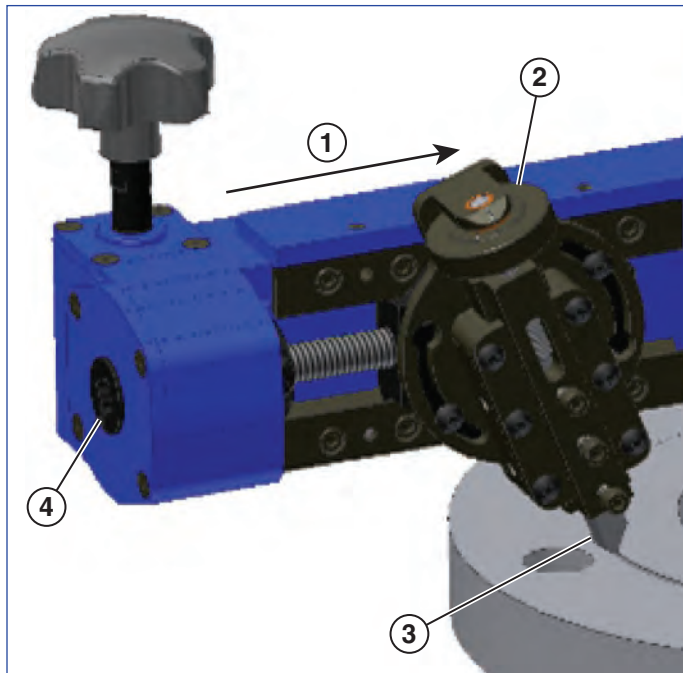

Figuur 11
2. Draai de schroeven los om de draibare beitelslede te kantelen. De juiste beitelsledehoek ligt tussen 10 – 30 graden ten opzichte van de voedingsspindel. Zorg ervoor dat de beitelslede voldoende wordt gekanteld zodat ze over het hele oppervlak in één doorlopende bewerking kan lopen zonder te verlopen (**zie figuur 11**). De QuickFace snijbeweging loopt van de grootste naar de kleinste snijdiameter (an buiten naar binnen toe). Bij het snijden van flensoppervlakken met zeer kleine diameters dient de beitelsledehoek tot bijna 40 graden te worden ingesteld. Zet de schroeven van de draibare beitelslede vast.